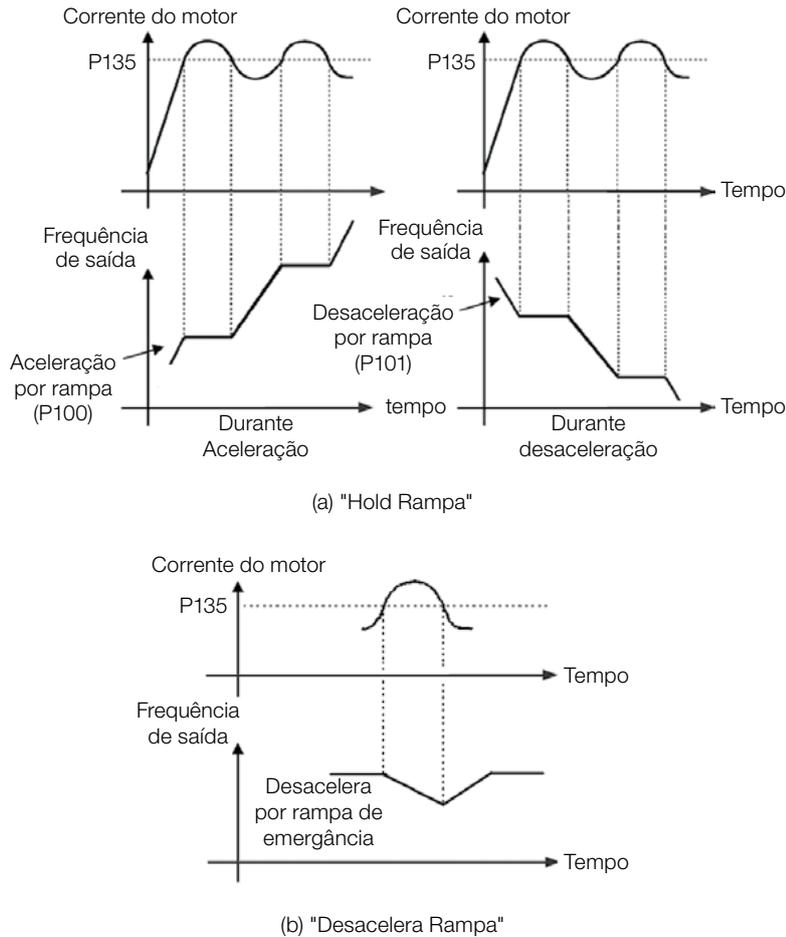

Figura 11.5: Modos de atuação da limitação de corrente via P135
- Atuação: se a corrente do motor ultrapassar o valor ajustado em P135 durante a aceleração ou desaceleração, a frequência não será mais aumentada (aceleração) ou diminuída (desaceleração). Quando a corrente do motor atingir um valor abaixo de P135 o motor volta a acelerar ou desacelerar. Consulte a Figura 11.5 na página 11-6.
- Atuação: se a corrente do motor ultrapassar o valor ajustado em P135 força-se um valor nulo para a entrada da rampa de frequência forçando a desaceleração do motor. Quando a corrente do motor atingir um valor abaixo de P135 o motor volta a acelerar. Consulte a Figura 11.5 na página 11-6.
Nível de corrente para ativar a limitação de corrente para os modos “hold de rampa” e “desacelera rampa”, conforme Figura 11.5 na página 11-6 (a) e (b), respectivamente. Para desabilitar a limitação de corrente deve-se ajustar o parâmetro  $P135 > 1,9 \times I_{nom}$ .